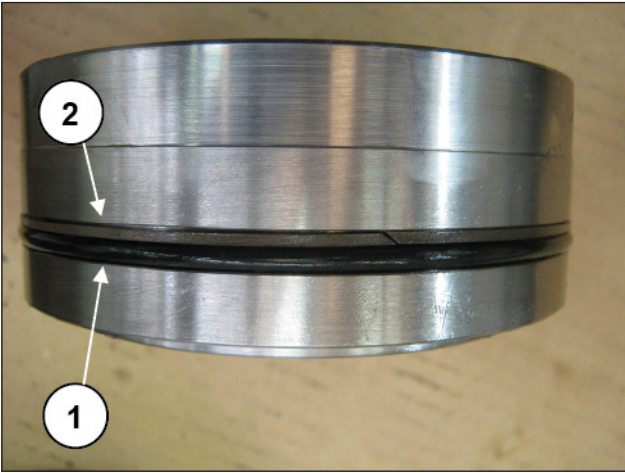

图 194
把O形圈（①，图 194）和抗挤压环（②，图 194）安装在排出阀塞上。